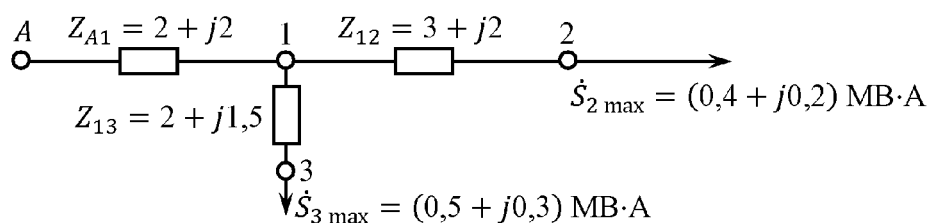

Рис. 7.2. Схема замещения сети
**Задача 4.** Определить возможность централизованного регулирования напряжения в узле А для потребителей в узлах 2 и 3. Схема замещения сети показана на рис. 7.2, графики нагрузок приведены на рис. 7.3. Номинальное напряжение сети 6 кВ. Потерями в сети пренебречь.